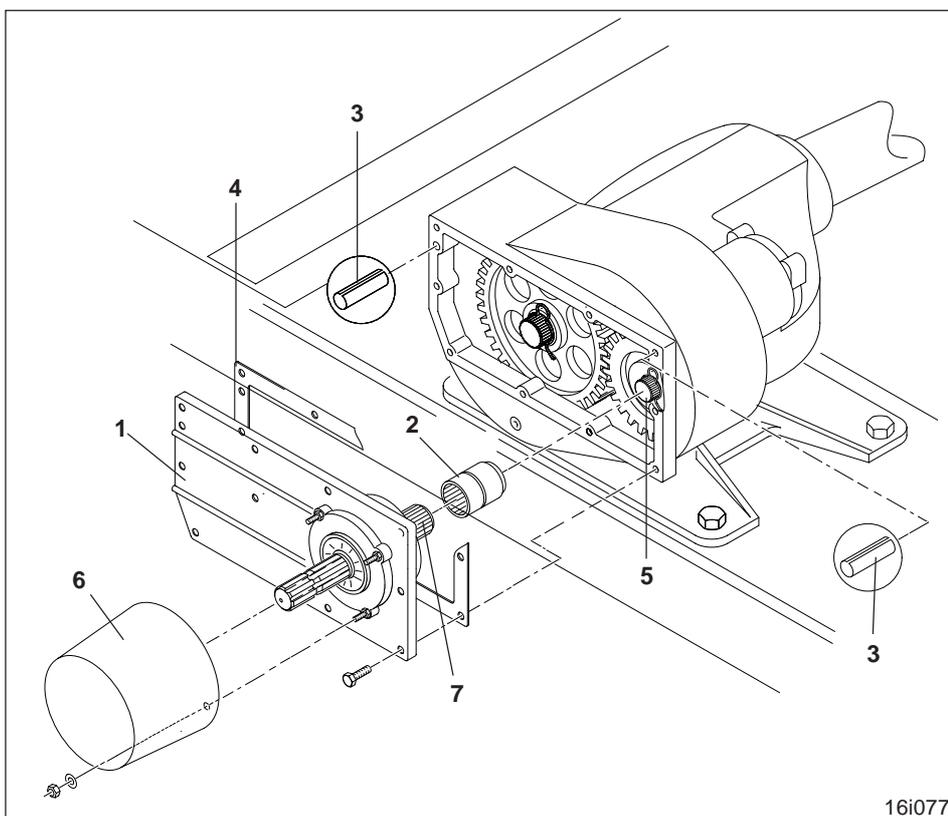

Fig. 9.10
Pour entraîner un semoir pneumatique à l'aide d'un boîtier à pignons interchangeables, il est indispensable que ce dernier soit doté d'une restitution de prise de force (fig. 9.10) qui peut être montée ultérieurement comme indiqué au chap. 9.4.5.
Pour pouvoir monter la prise de force restituée ou la restitution à renvoi d'angle, il est nécessaire de remplacer le couvercle du boîtier principal par un autre modèle (fig. 9.10/1). Dans les deux cas, la procédure est identique et s'effectue comme pour celui de la prise de force restituée et dans l'ordre ci-après :
- Introduisez sur l'arbre de restitution (fig. 9.10/7), le manchon (fig. 9.10/2) avec le circlips placé préalablement à l'intérieur.
- Centrez le couvercle (fig. 9.10/1) en utilisant deux goujons cylindriques (fig. 9.10/3), garnissez le avec un joint neuf (fig. 9.10/4) et vissez le sur le boîtier. Introduisez le manchon (fig. 9.10/2) sur l'arbre d'entraînement (fig. 9.10/5).
- Fixez le bol protecteur (fig. 9.10/6) sur le couvercle du boîtier.